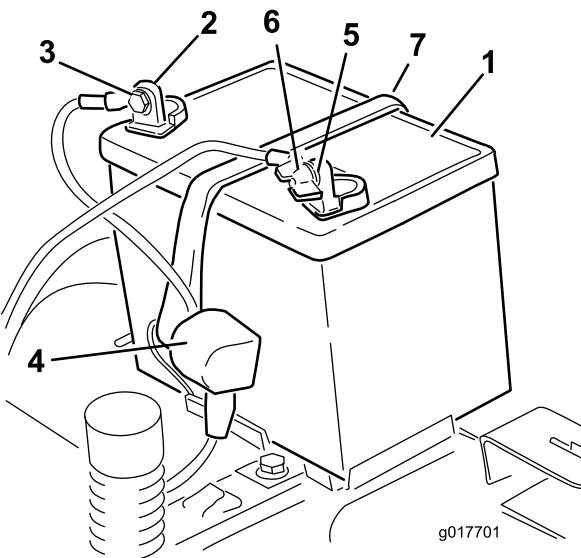

Figure 39
5. Repoussez le capuchon en caoutchouc sur le câble positif (rouge). Débranchez le câble positif (rouge) de la borne de la batterie (Figure 39). Conservez toutes les fixations.
6. Déposez la barrette de maintien de la batterie (Figure 39) et soulevez la batterie de son support.
4. Débranchez le câble négatif (noir) de mise à la masse de la borne de la batterie (Figure 39). Conservez toutes les fixations.
1. Placez la batterie dans son support (Figure 39).
5. Fixez la batterie en place à l'aide de la barrette de maintien (Figure 39).